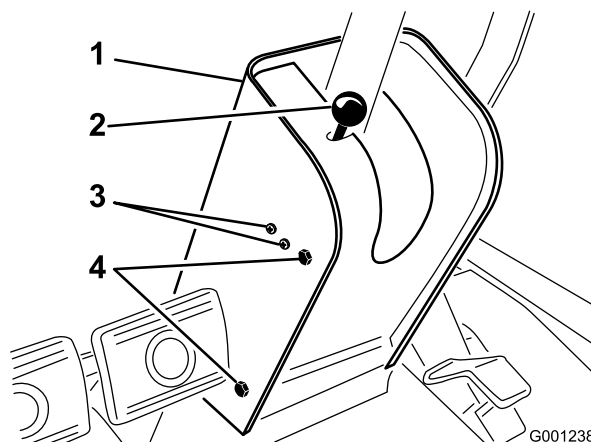

Figura 61
2. Retire el pomo de la varilla del freno de estacionamiento y retire los tornillos de la cubierta de la columna de dirección (Figura 61).
4. Afloje los tornillos y las tuercas que sujetan el interruptor del freno de estacionamiento al lado izquierdo de la columna de dirección (Figura 61).